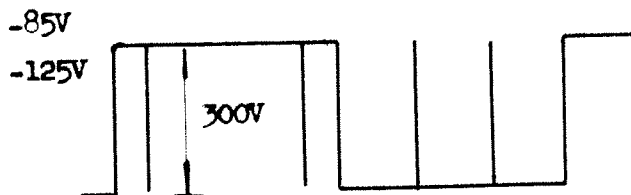

Bild 4
73. Anslut effektmeterens mätuttag till oscilloskopet och kontrollera pulsformerna från de båda slutstegen. Se bild 4.
Anm Deformerade pulsformer markerade med streckade linjer i bild 4 kan bero på nedgångna rör i effektmeter (V6 och V7).
74. Kontrollera att pulserna i testuttagen A, B, C och D överensstämmer med bild 4.